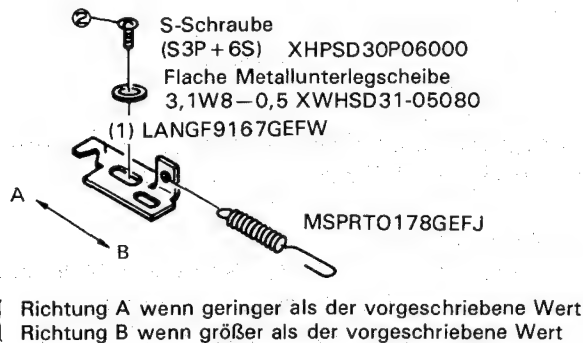

Abbildung 16
1. Wenn der Bandzug unter dem vorgeschriebenen Wert (23 — 28g) liegt, den Abstützwinkel der Spannarmfeder (1) in Richtung des Pfeiles A in Abbildung 16 bewegen und die Schraube (2) festziehen.
2. Wenn der Bandzug über dem vorgeschriebenen Wert (23 — 28g) liegt, den Abstützwinkel der Spannarmfeder (1) in Richtung des Pfeiles B in Abbildung 16 bewegen und die Schraube (2) festziehen.